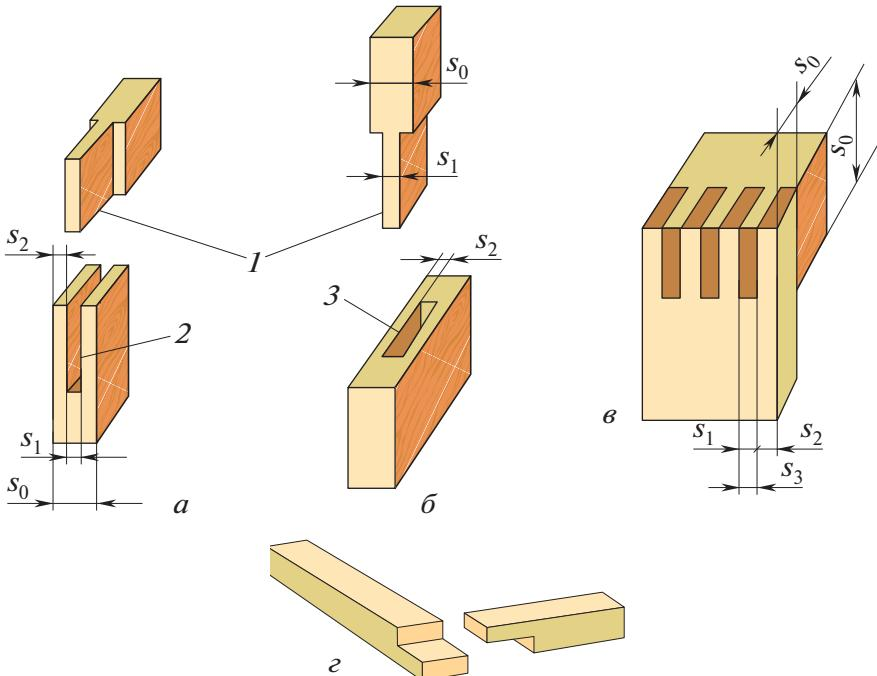

Рис. 4.50. Виды шиповых соединений и их основные элементы:
Шиповое соединение включает следующие элементы: **шип**, **гнездо** и **проушина** (рис. 4.50). **Шип** — выступ 1 на конце заготовки. Закрытое углубление 3 в шиповых соединениях называется **гнездом**, оно соответствует размерам и профилю шипа. **Проушина** — гнездо 2 на конце заготовки, открытое с двух или трёх сторон. Шип должен соответствовать размерам и профилю гнезда или проушины.
- угловое концевое (рис. 4.50, *а*);
- угловое серединное (рис. 4.50, *б*);
- угловое ящичное (рис. 4.50, *в*);
- угловое «вполдерева» (рис. 4.50, *г*).
В зависимости от толщины (*s*) соединяемых деталей выбирают различное количество количества шипов. Для угловых концевых и угловых серединных соединений (рис. 4.50) размеры шипов и проушины определяют по формулам: